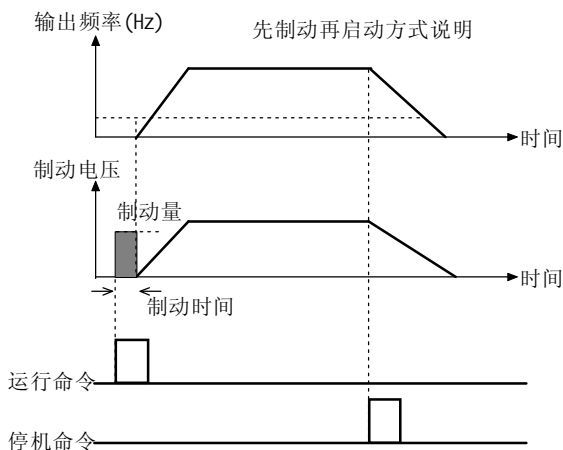

图 5-1-1 启动制动
- 先制动，再启动：变频器先给负载电机施加一段时间的直流制动能量，然后再启动，如图5-1-1所示。此方式适合于停机状态有正转或反转现象的小惯性负载，如风机等。直流制动参数设定参见P1.03、P1.04。
P1.03、P1.04仅在启动运行方式选择先制动再启动方式（P1.00=1）时有效，如图5-1-1所示。
参见图5-1-1，在启动制动期间，输出启动直流制动电流P1.03。